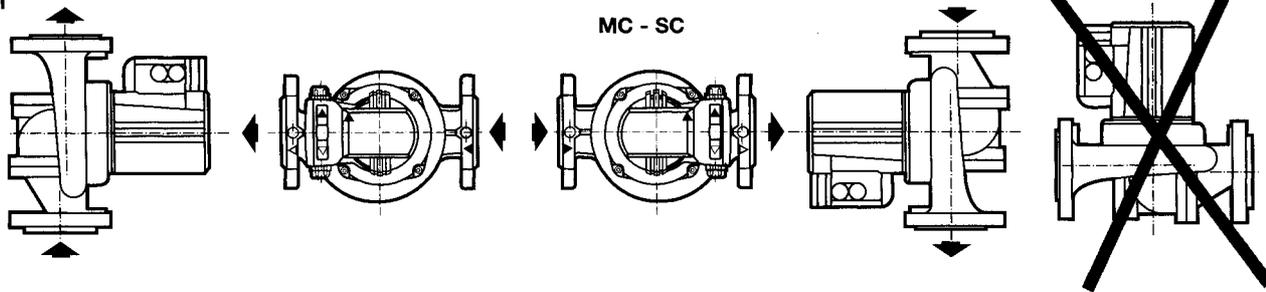

Fig. 2
2. Conexión eléctrica (ver fig. 2)
Cualquier error de tensión dañaría el motor. Para funcionar en TRI 230 V y en velocidad 3, seccionar la patilla protectora antes de colocar el selector (ver fig. 2).
La selección de la tensión y de la velocidad se hacen directamente según indicaciones que figuran en la cara superior del selector ubicado en la caja de terminales (ver fig. 2).